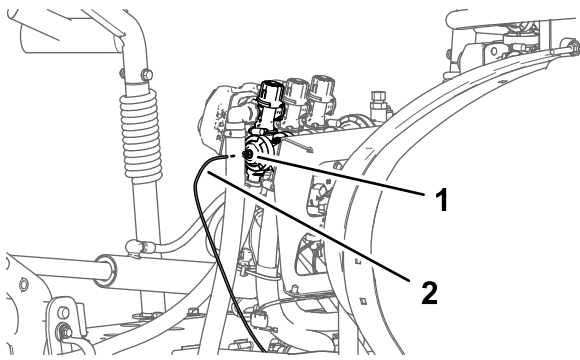

Рисунок 29
1. Нажмите на запорное кольцо соединительной муфты в торцевой крышке клапана правой секции стрелы (Рисунок 29).
2. Вытяните трубку датчика давления для манометра на приборной панели из соединительной муфты (Рисунок 29).